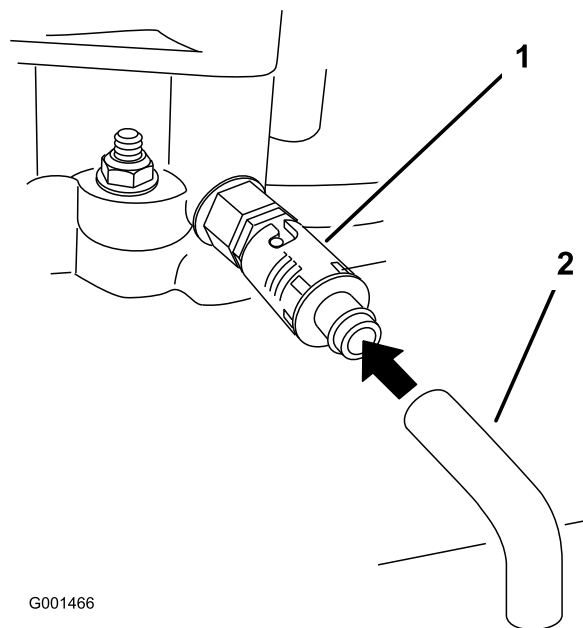

Figura 27
5. Collocate una bacinella sotto il tubo di spurgo. Girate la valvola di spurgo dell'olio per lasciare defluire l'olio (Figura 27).
7. Togliete il tappo di spurgo (Figura 27).